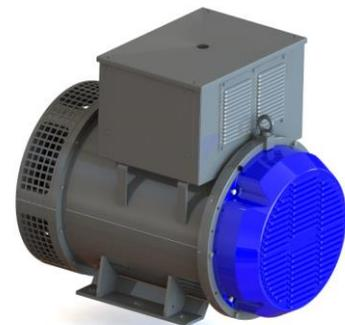
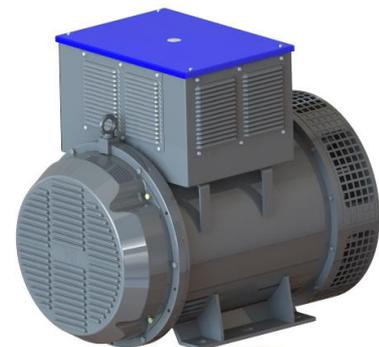

Figura 14.17: Tapa de inspección de la excitatriz
Figura 14.18: Tapa de la caja de conexión
- Remover la tapa de inspección de la excitatriz y la tapa de la caja de conexión, conforme la Figura 14.17 y la Figura 14.18.